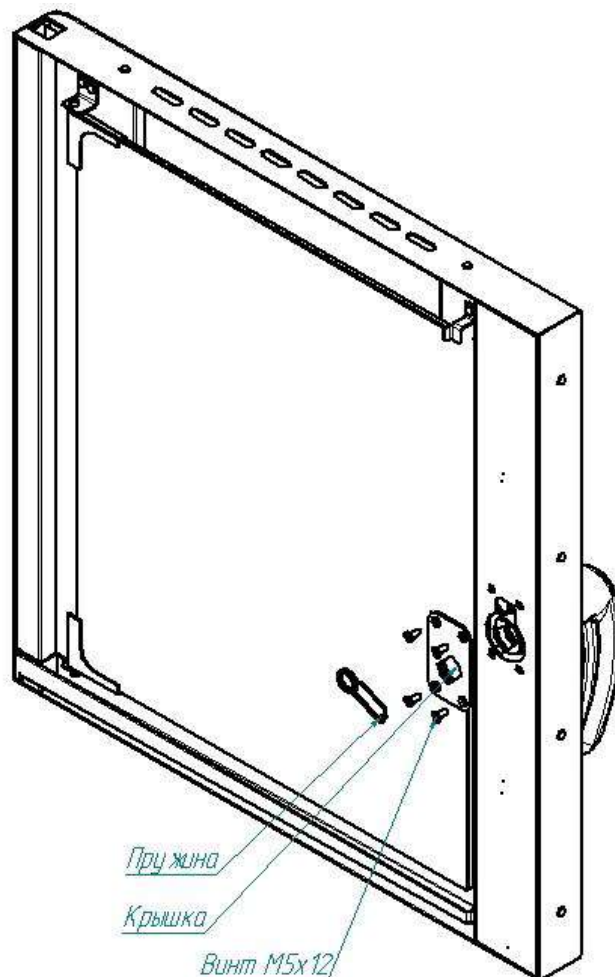

Рис. 9. Ремонт замкового устройства
- 1) открутить винты М5х12(см. рис.9)